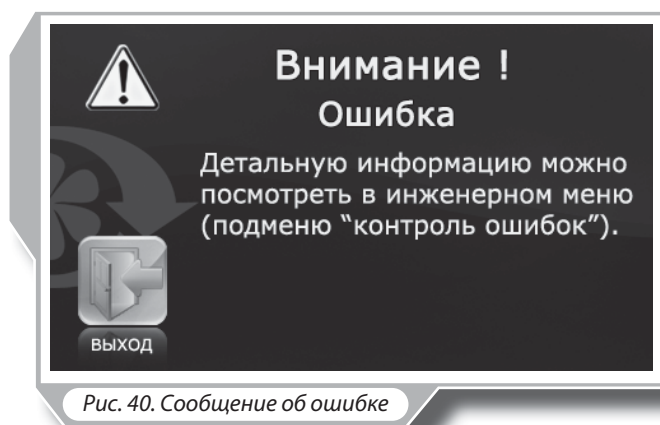

Рис. 40. Сообщение об ошибке
■ В случае возникновения нарушений в работе установки пульт выдаст сообщение об ошибке (рис. 40).